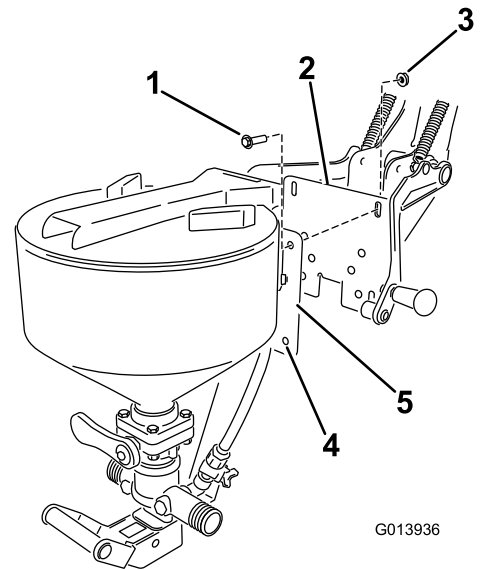

Figura 17
4. Alinee los taladros de la placa de montaje del eyector con los taladros alargados de la chapa trasera del sistema de sujeción (Figura 17). Instale cuatro pernos (3/8 x 1 pulgada) y cuatro contratuercas (3/8 pulgada) para montar el eyector. No apriete todavía.